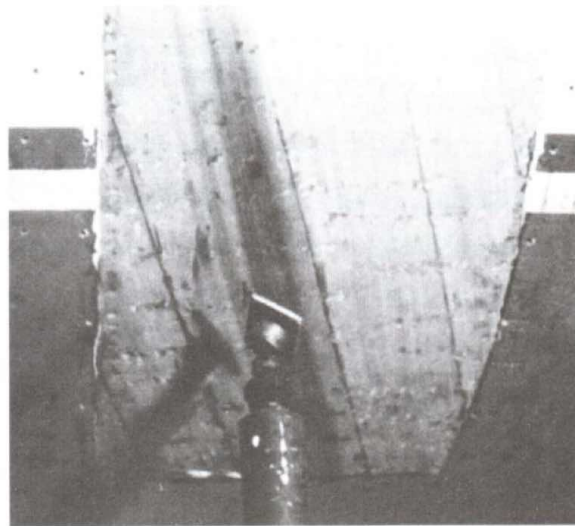

Рисунок 5-19 Продолжайте, пока не достигните требуемой толщины обшивки.
6. Продолжайте, пока весь шпон не будет приклеен и не будет достигнута толщина оригинальной обшивки (Рисунок 5-19). Удаляйте скобы из предыдущего слоя только непосредственно под наклеиваемым слоем шпона, таким образом, предыдущие слои шпона останутся на местах, даже если смола не полностью застыла. Это позволит приклеить несколько слоёв шпона в течение одной продолжительной операции. Убедитесь, что скобы достаточно длинные, чтобы обеспечить достаточное давление, доставая до стрингера либо до слоя шпона, на котором смола полностью отвердела. Дайте последнему слою полностью застыть перед тем, как снимать скобы, выравнивать или покрывать финишным покрытием.